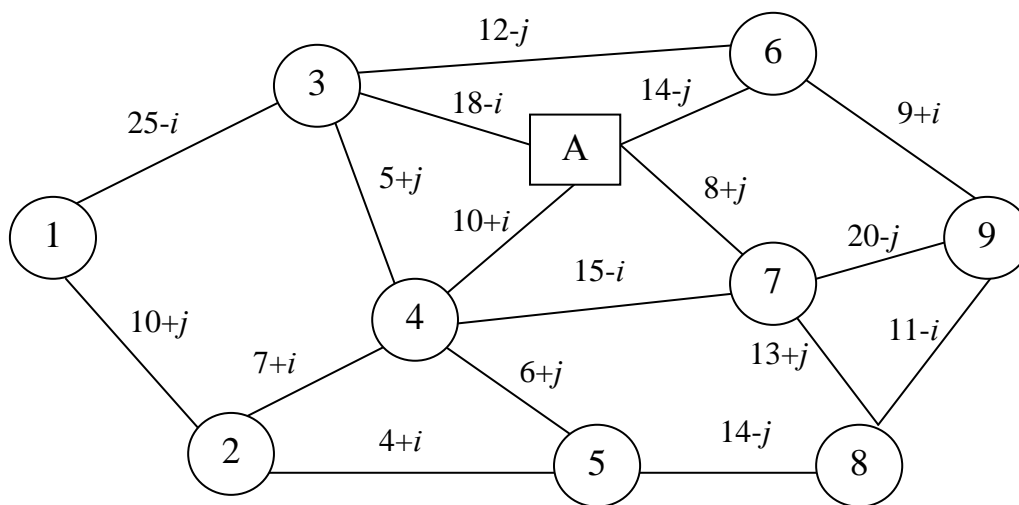

Рис. 2.1 – Топологічна схема транспортної мережі:
Задача. З пункту *A* здійснюється доставка вантажу до пунктів 1, 2,...9. Використовуючи топологічну схему транспортної мережі (рис. 2.1) та розміри партій вантажів, що завозяться, та модель автомобіля, що використовується при перевезеннях (табл. 2.1), необхідно скласти розвізні маршрути, використовуючи найкоротшу зв'язуючу мережу, та встановити порядок об'їзду пунктів заводу на маршрутах методом "сум", що забезпечував би мінімум транспортної роботи при перевезеннях.
1. Визначаються відстані між пунктами транспортної мережі (рис. 2.1) за своїм варіантом (i дорівнює останній, а j – передостанній цифрі номеру залікової книжки або студентського квитка). Модель автомобіля і об'єм партії заводу до пунктів (табл. 2.1) обираємо за останньою цифрою.